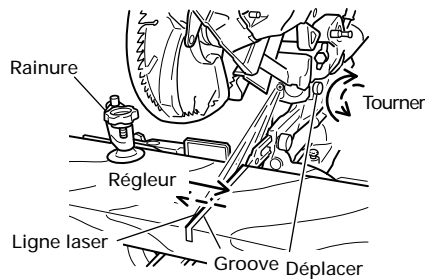

Fig. 20
(2) Cela fait, tourner le réglage et décaler la ligne laser. (Quand on tourne le réglage dans le sens des aiguilles d'une montre, la ligne laser se décale vers la droite et quand on tourne le réglage dans le sens contraire des aiguilles d'une montre, la ligne laser se décale vers la gauche.) Si on travaille avec la ligne tracée à l'encre sur le côté gauche de la lame de scie, il faut aligner la ligne laser avec le côté gauche de la rainure. (Fig. 20) Si on travaille avec la ligne tracée à l'encre sur le côté droit de la lame de scie, il faut aligner la ligne laser avec le côté gauche de la rainure.